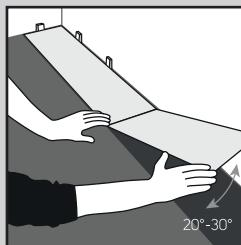

Abb. 2
- Verlegen Sie die erste Reihe und stellen Sie dabei sicher, dass die Kanten ineinander geklickt werden (Abb. 2).